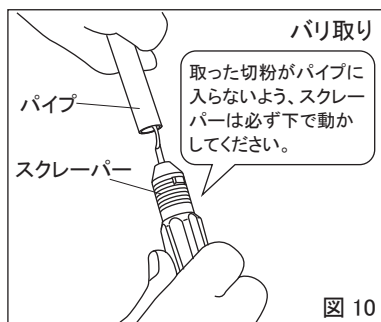

図 10
- ④ 切断面のバリをスクレーパー、リーマー、ヤスリなどで取り除いてください(図10)。